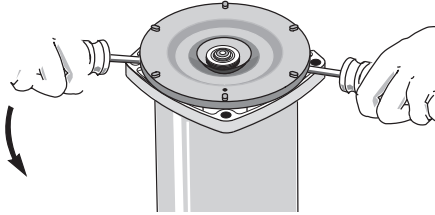

Figura 19 – Palanquee y Extraiga la Placa de Estanqueidad
3. Coloque dos destornilladores debajo de la placa de estanqueidad y palanquee cuidadosamente hacia arriba para retirar la mitad giratoria del sello (Figura 19). La placa de estanqueidad se deslizará y saldrá del eje, trayendo consigo el sello.